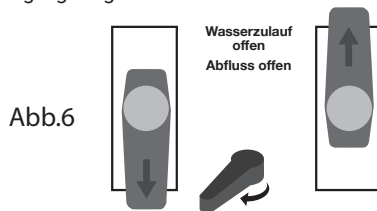

Abb.6
- 5) Stellen Sie nach Ablauf der Zeit die Ventile und die Umkehrung in die in Abbildung 6 gezeigte Position.